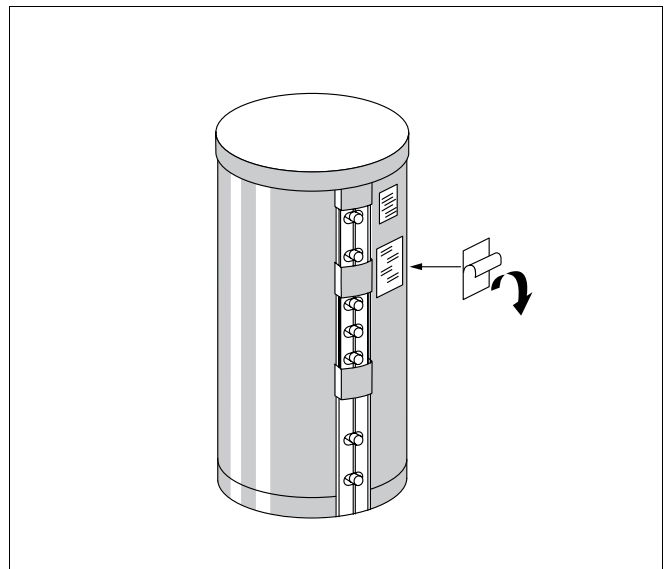

Fig. 9 Applicare la targhetta dati
- Togliere il foglio protettivo dal dorso della targhetta dati e incollarla sotto a quella più piccola già attaccata (fig. 9).